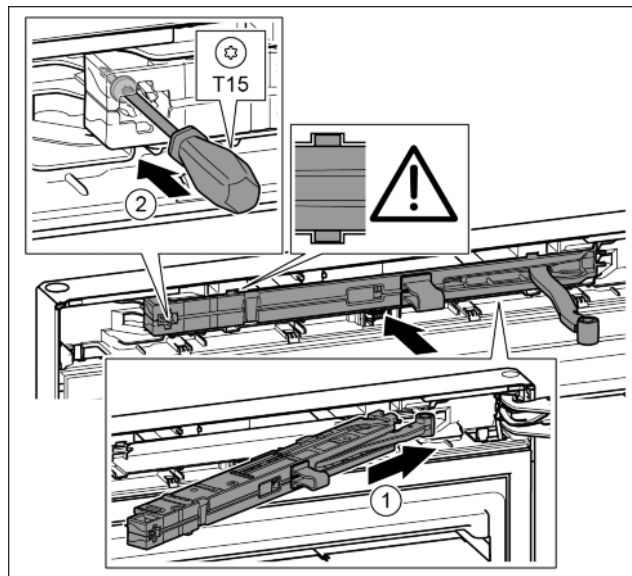

Fig. 41
- ▶ Amortyzator zamykania drzwi po stronie płytki zawiasu wsunąć ukośnie w zagłębienie aż do oporu. *Fig. 41 (1)*
- ▶ Śrubę przykręcić przy pomocy śrubokręta T15. *Fig. 41 (2)*